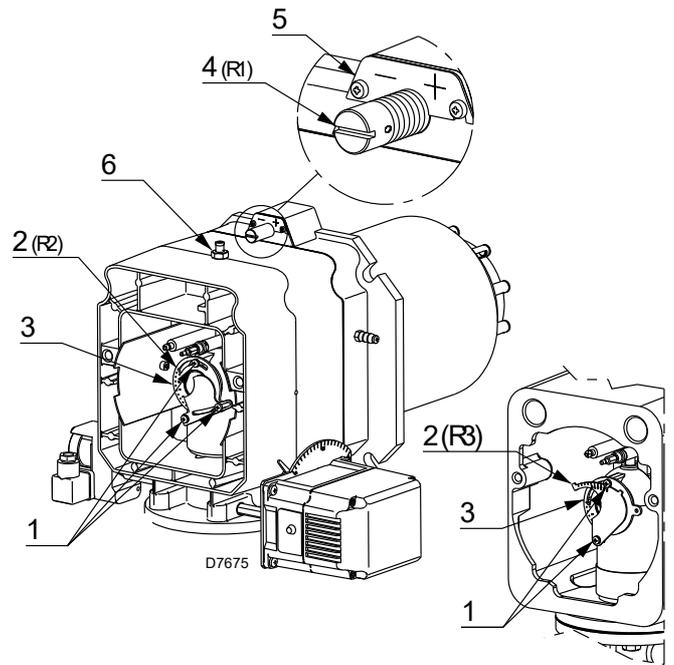

Fig. 20
- Tourner la vis 4)(Fig. 20) jusqu'à ce que l'encoche corresponde avec le plan avant 5) de la bride.
- Desserrer les 3 vis 1)(Fig. 20) et faire tourner la bague 2) jusqu'à repérer l'encoche trouvée avec l'indice 3).